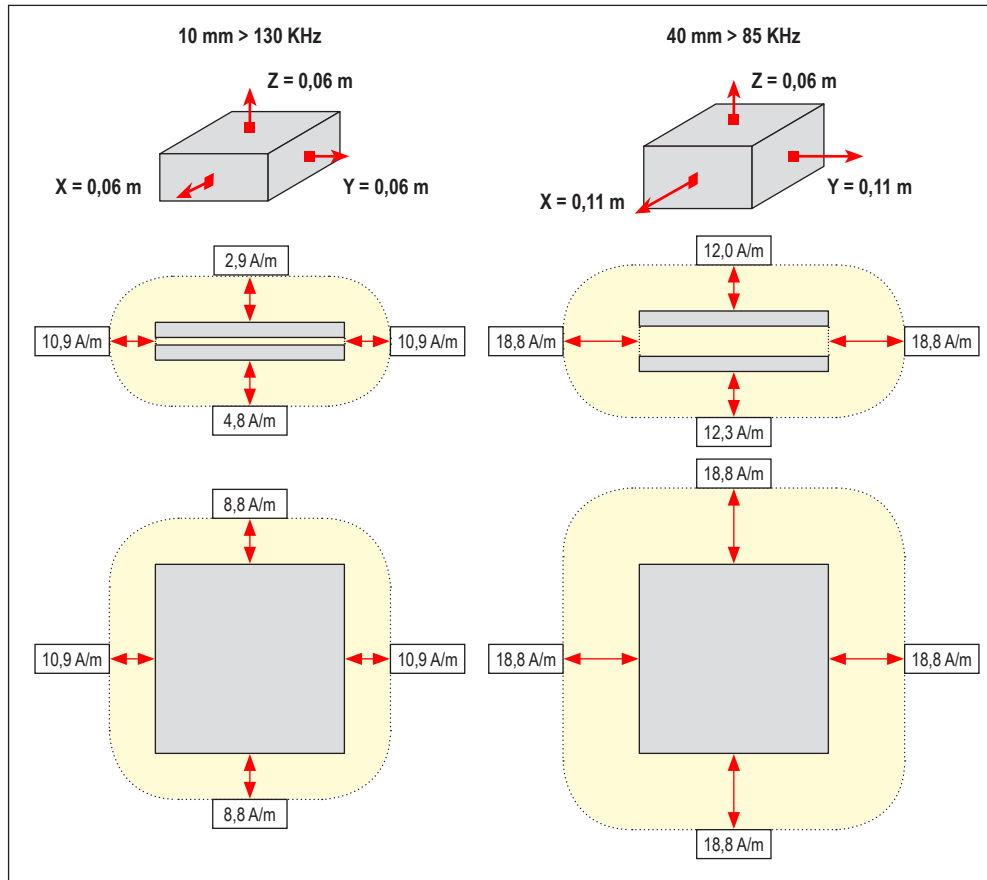

Abb. 31
**Grenzbereiche** Darstellung des Grenzbereiches gemäß der zulässigen Grenzwerte anhand der gemessenen Werte (Abb. 31):